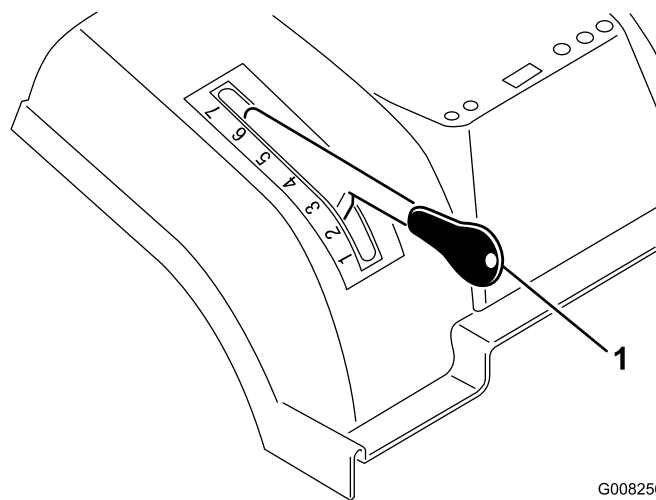

Figura 8
1. Premete e mantenete il pulsante della leva dell'altezza di taglio (Figura 8).